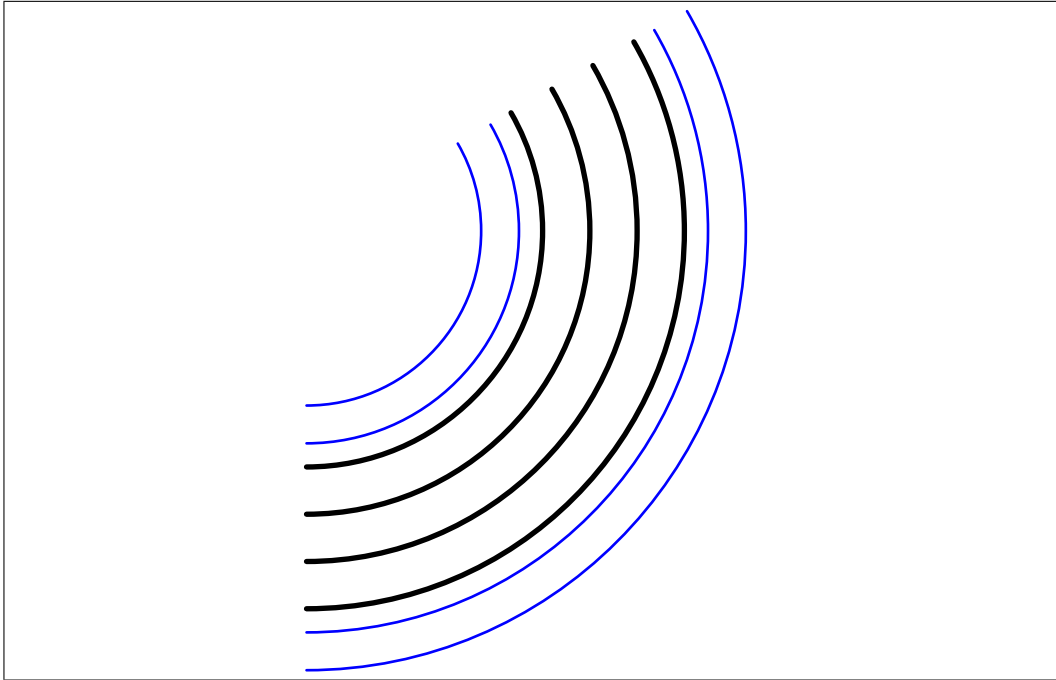

FIGURE 7: La module 409 au 1 :20.
Il s'agit d'un virage de 120° . Il est composé d'un demi-droit (402) entouré par deux virages standards (407). Figure 7 page 7.